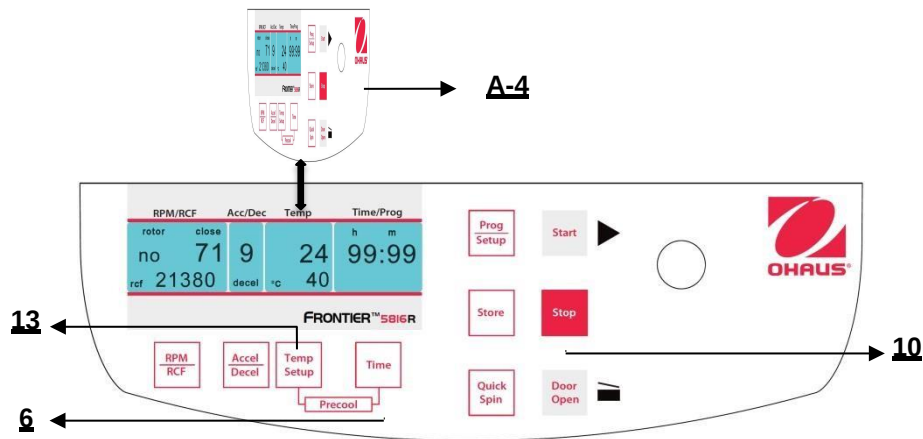

Figura 23
Se i campioni sono sensibili alla temperatura, è utile preraffreddare la centrifuga, il rotore e in ultimo i contenitori alla temperatura di funzionamento necessaria. Perciò, inserire il rotore desiderato e preimpostare la rispettiva temperatura. Si avvia il ciclo premendo simultaneamente i tasti **"Temp/Setup"** (13) (fare riferimento alla figura 23) e **"Time"** (6). Durante il funzionamento, il gruppo sceglie automaticamente una velocità di rotazione equivalente al 20% della velocità di rotazione del rispettivo rotore. Dopo aver raggiunto la temperatura preimpostata, è possibile lasciare il ciclo di preraffreddamento con il tasto **"Stop"** (10).